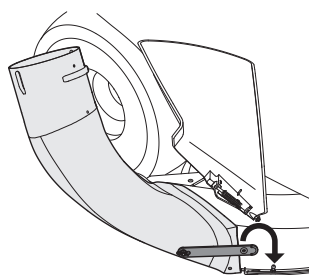

Figure 24
4. Fixez le coude de la goulotte de descente à la plate-forme du tracteur en accrochant la courroie de la goulotte de descente sur la goupille de queue à rotule installée plus tôt sur la plate-forme. Consultez la Figure 24.